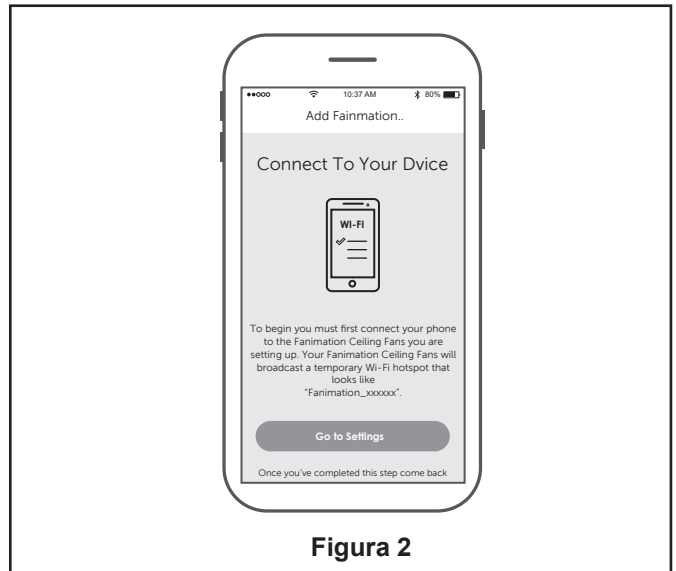

Figura 2
2. En este paso, el receptor Wifi de su ventilador de techo debe estar instalado y dentro del rango de su router Wifi. Con la App abierta, seleccione “añadir dispositivo”. (Figura 2)